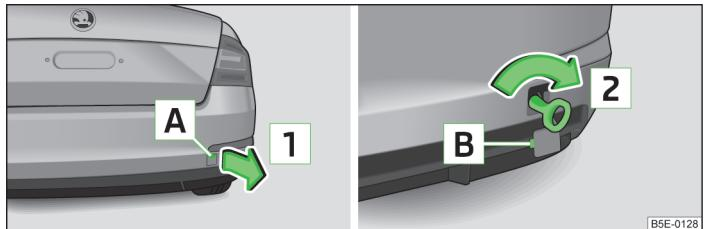

Fig. 206 Parachoques trasero: desmontaje de la caperuza cobertera / montaje de la argolla de remolque
- Presione sobre la caperuza cobertera en la zona **A** » fig. 206 (en los vehículos Octavia RS, Octavia Combi RS presione en el borde derecho de la caperuza cobertera).
- Enrosque la argolla de remolque a mano en el sentido de la flecha **2** » fig. 206 hasta el tope » .